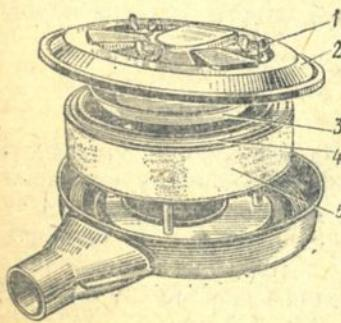

Рис. 48. Воздушный фильтр карбюратора 2101-1107010-11:
1. Отверните три барабанковые гайки 1 (рис. 48) и снимите крышку 2 корпуса фильтра.